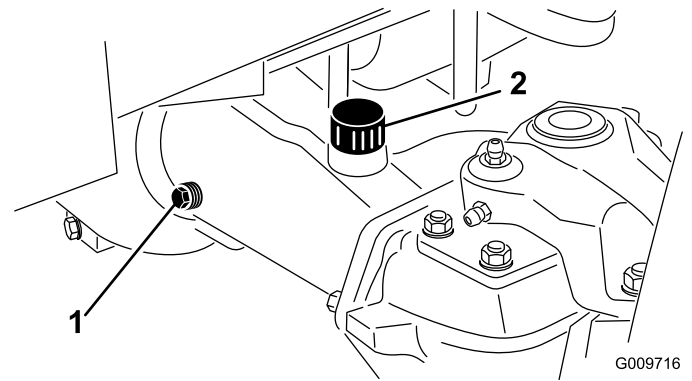

Figure 69
- Enlevez un bouchon de contrôle à une extrémité du pont arrière (Figure 69) et vérifiez que le lubrifiant atteint la base de l'orifice. Si le niveau est bas, enlevez le bouchon de remplissage (Figure 69) et ajoutez suffisamment de lubrifiant pour rectifier le niveau.